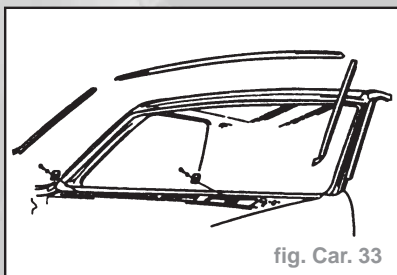

fig. Car. 33
- Les baguettes décoratives latérales des montants **A** (fig. Car. 33).